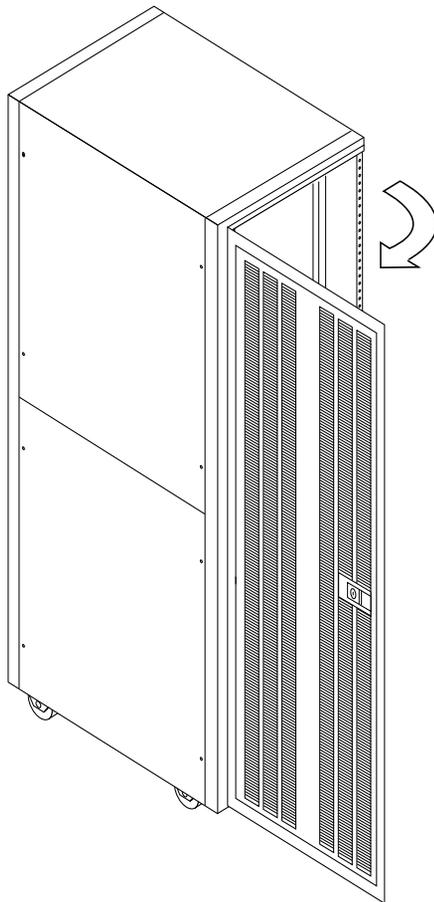

FIGURE 4-2 Ouverture de la porte arrière
- Ouvrez la porte arrière de l'armoire d'extension (FIGURE 4-2).